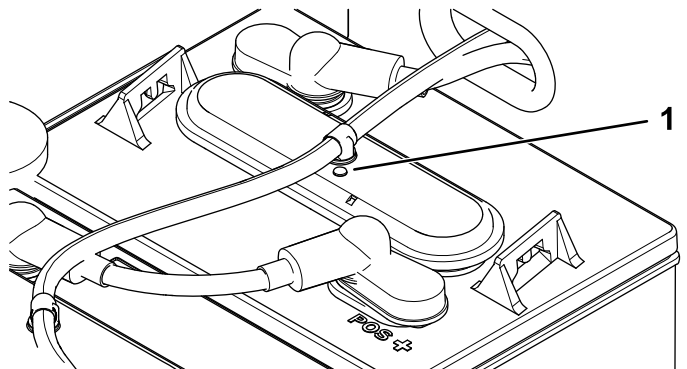

図 40
3. 各バッテリーのアイレットの色黒または白を調べる 図 40。